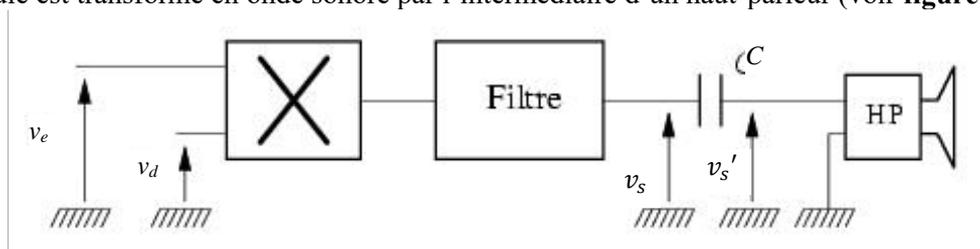

FIG. 6 - Chaîne de réception
- 2.7) Pour parfaire le filtrage, un condensateur, de capacité C est placé en série en sortie du filtre. Le signal alors démodulé est transformé en onde sonore par l'intermédiaire d'un haut-parleur (voir **figure 6**).